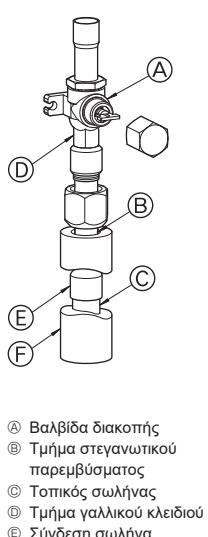

Fig. 4-3
③ Ακολουθήστε την παρακάτω διαδικασία για να συνδέσετε τη σωλήνωση αερίου. (Fig. 4-3)
- Χαλκοκόλληστε την παρεχόμενη σύνδεση σωλήνα ② στην εξωτερική μονάδα χρησιμοποιώντας υλικά χαλκοκόλλησης τα οποία παρέχονται τοπικά και τον τοπικό σωλήνα ③ χωρίς οξυγόνο.
- Συνδέστε τη σύνδεση σωλήνα ② με τη βαλβίδα διακοπής αερίου.